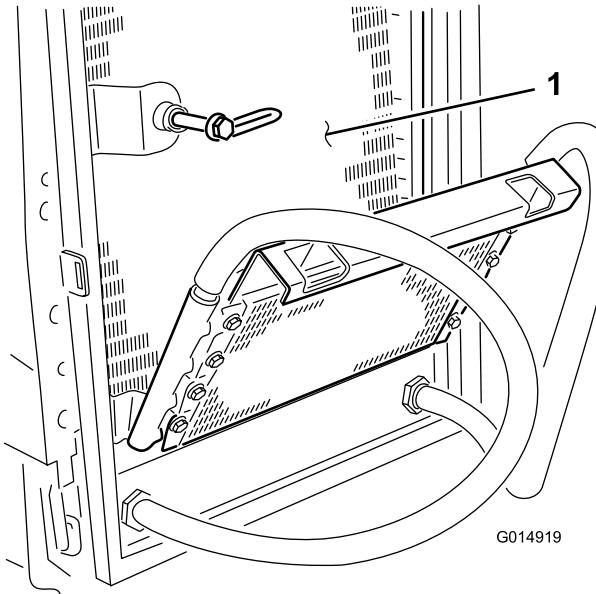

Figure 44
8. Nettoyez soigneusement les deux côtés du refroidisseur d'huile. Après avoir nettoyé soigneusement le radiateur et les refroidisseurs d'huile, enlevez les débris éventuellement accumulés sur d'autres parties de la machine (Figure 44) à l'air comprimé.